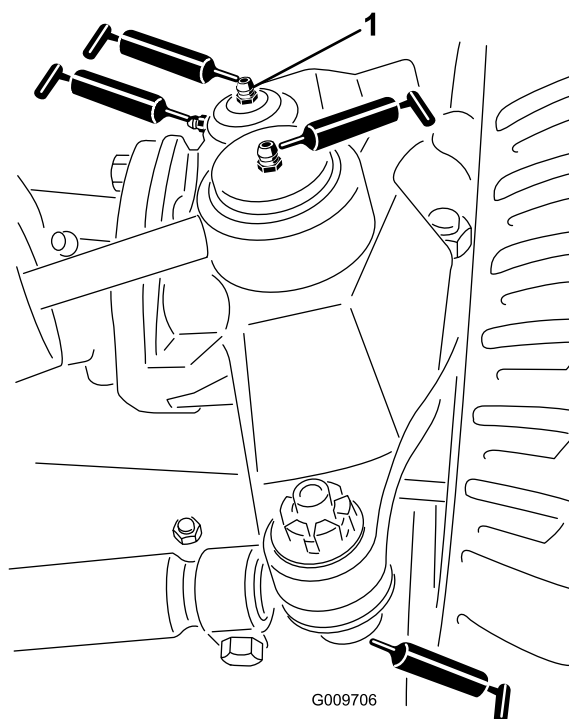

Рисунок 43
- Шаровые опоры гидроцилиндра рулевого управления (2 шт.) (Рисунок 43)
- Шаровые опоры стяжной тяги (2 шт.) (Рисунок 43)
- Втулки поворотных шкворней (2 шт.) (Рисунок 43). **Верхнюю масленку на поворотном шкворне следует смазывать только раз в год (2 хода насоса).**